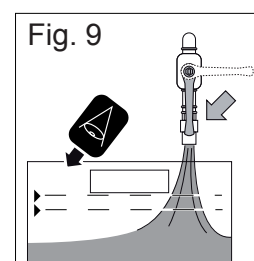

Fig. 9
2. Abrir a comporta com moderação e controlar visualmente o enchimento do recipiente (Fig. 9).